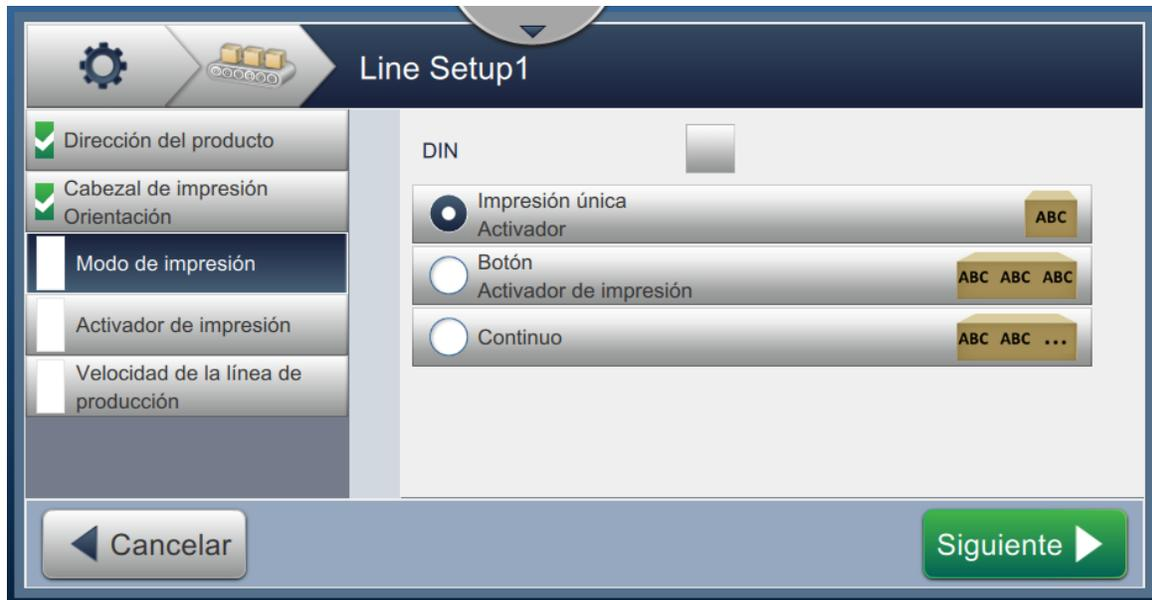

Figura 6-31. Modo de impresión: Continuo
2. Cambie los parámetros en la pantalla de configuración. Pulse el botón **Siguiente** ▶ para configurar el modo, como se muestra en la Figura 6-31.